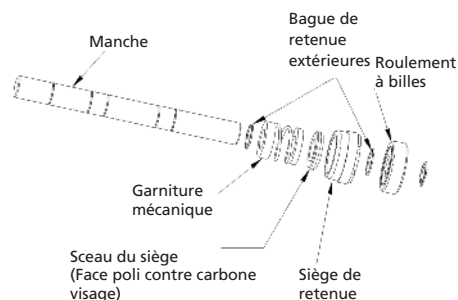

Figure 9. Manches, paliers d'assemblage
6. Faites glisser le couvercle sur la cheville de bois pin et de remplacer les vis. Autre vis de serrage de haut en bas et de droite à gauche (Cochez fig 9)